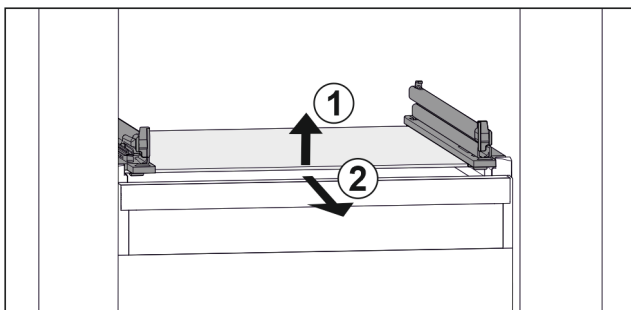

Fig. 109 玻璃隔板例图
- ▶ 抬起玻璃隔板前部。 Fig. 109 (1)
- ▶ 向前取出玻璃隔板。 Fig. 109 (2)